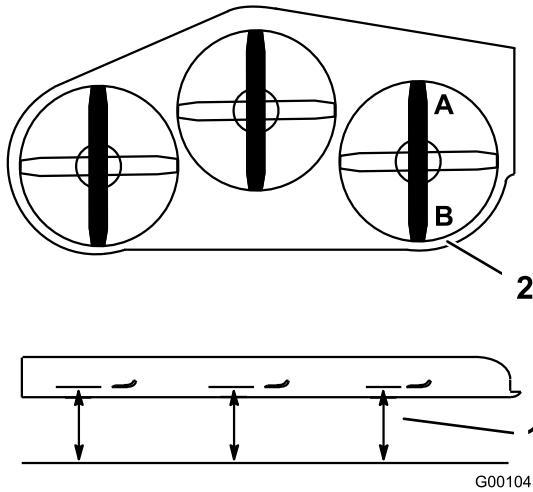
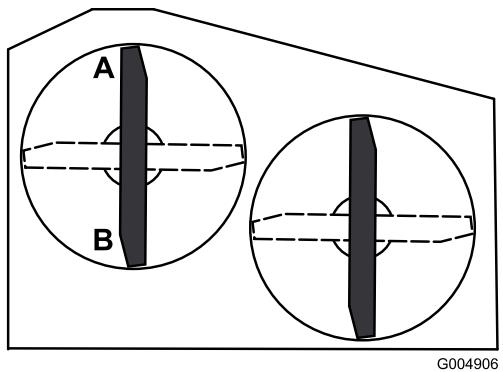

Figure 70
Figure 71
2. Tournez une lame dans le sens longitudinal. Mesurez la distance aux points **A** et **B** entre une surface plane et le bord coupant des pointes des lames (Figure 70 ou Figure 71). Pour les tabliers de coupe de 36 pouces, reportez-vous à la Figure 71.
4. Tournez les lames dans le sens longitudinal. Mesurez la distance aux points **C** et **D** (Figure 70) entre une surface plane et le bord coupant des lames.